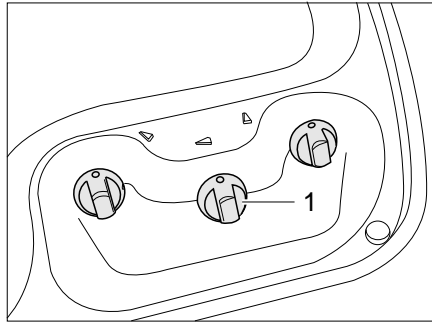
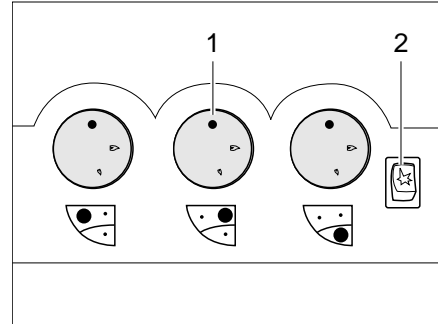

Bild 310 Bedienelemente für Gaskocher
Bild 311 Bedienelemente für Gaskocher
- Drehregler (Bild 310,1 oder Bild 311,1) der gewünschten Brennstelle auf Zündposition (große Flamme) drehen.
- Wenn eine Zündtaste (Bild 311,2) vorhanden ist: Funke durch Drücken der Zündtaste erzeugen.